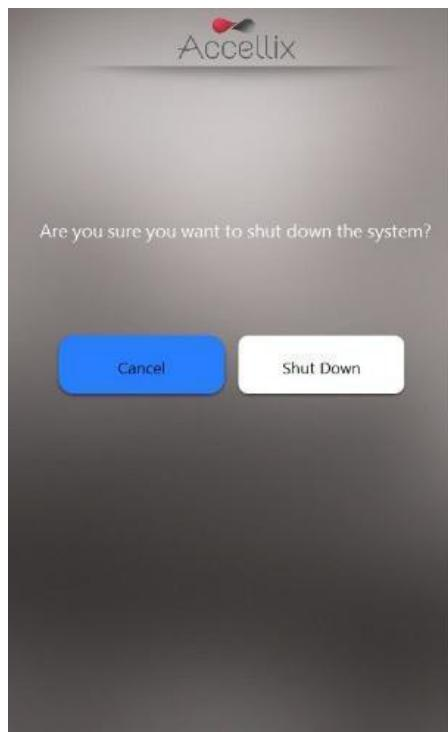

Figura 49: Pantalla de Confirmar apagado
- Se solicita al usuario que confirme el apagado (Figura 49).